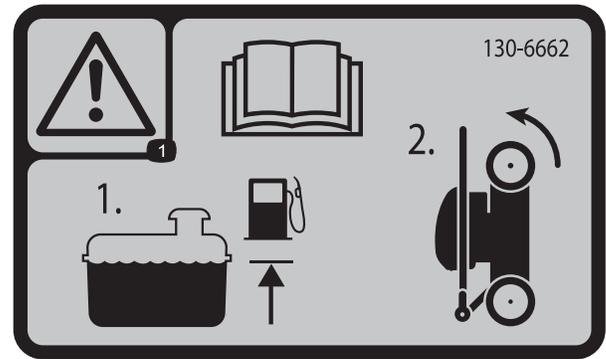

Figura 16
1. Asegúrese de que el nivel de gasolina del depósito de combustible no sobrepasa lo recomendado por el fabricante del motor; consulte la pegatina del fabricante del motor, situada en el motor (Figura 16).